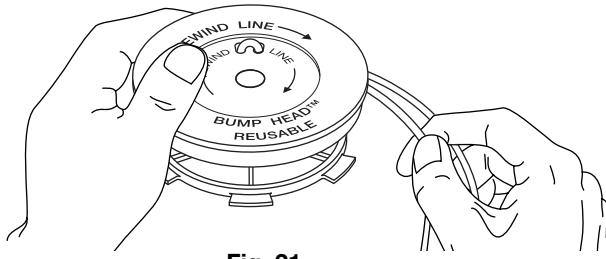

Fig. 21
7. Enroulez les fils en couches uniformes serrées sur le moulinet (Fig. 21). Enroulez le fil dans le sens indiqué sur le moulinet intérieur. Placez votre index entre les deux fils pour les empêcher de se superposer. Ne superposez pas les extrémités du fil. Passez à l'étape 11.